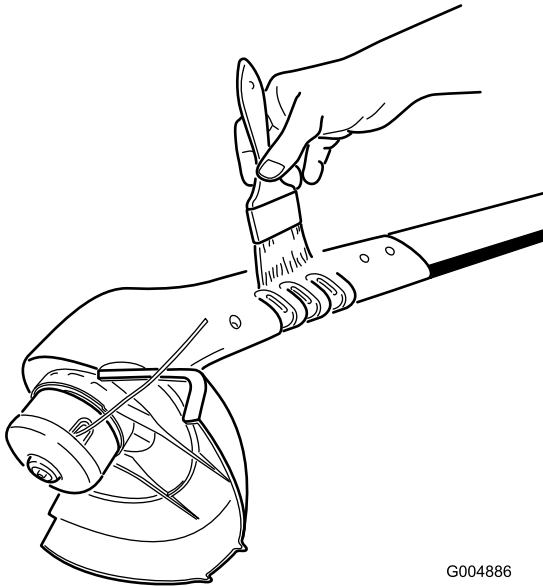

Figura 11
- Elimine cualquier suciedad de las entradas de aire (Figura 11).